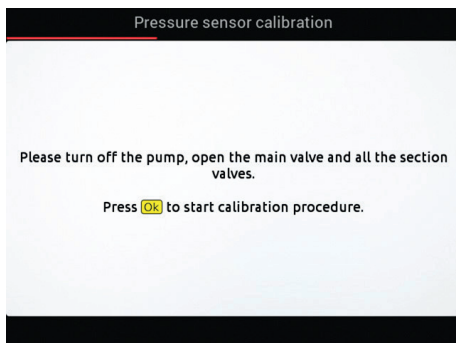

Fig. 119
**2** Meddelandet i Fig. 119 visas: följ instruktionerna, starta sen proceduren genom att trycka **OK**.